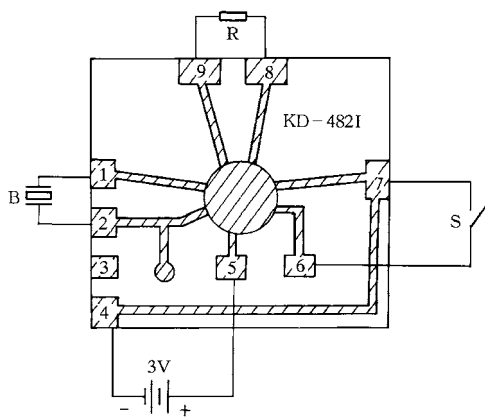

图 1-5
(5) 音乐集成电路 KD-482I 采用小印制电路板软封装形式(见图 1-5)。由于其外围电路非常简单,除电池、开关和压电蜂鸣片外,仅有一个外接电阻 R,因此可直接焊接在 KD-482I 的小印制电路板上,必另行制作印制电路板。